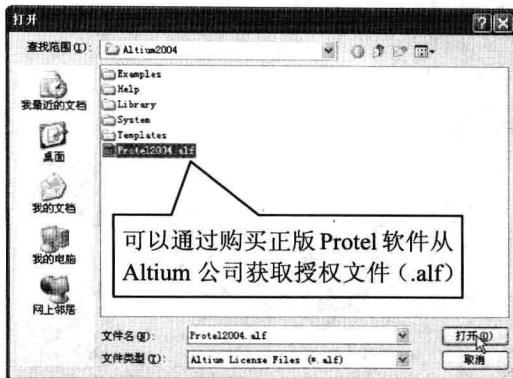

图 1-12 添加授权文件
**步骤 2► 在弹出的“打开”对话框中找到并选中授权文件（.alf），如图 1-12 所示。**